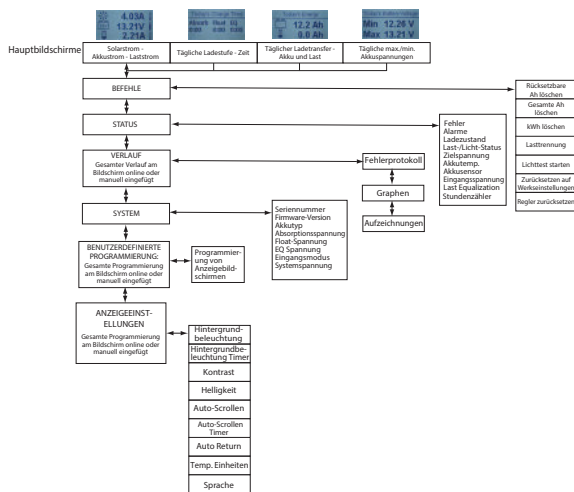

Abbildung 4.6 Vereinfachter Plan der Messgeräte-Anzeige.
- Umfangreiche Einstellungen, Anpassungen und Informationen wie teilweise in Abbildung 4.6 unten gezeigt:
Die Einstelloptionen der Anzeige sind, wie in Abbildung 4.6 gezeigt, mit den Richtungstasten zur Auswahl und Bearbeitung der jeweiligen Einstellung oder Variablen einstellbar.